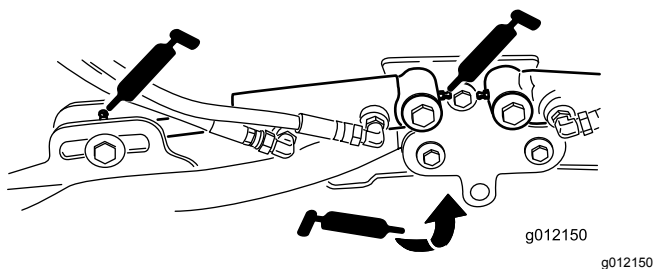

Bild 77
- Hubarmzylinder der Schneideinheit (2) (Bild 77)
- Hubarmgelenke (1) (Bild 77)